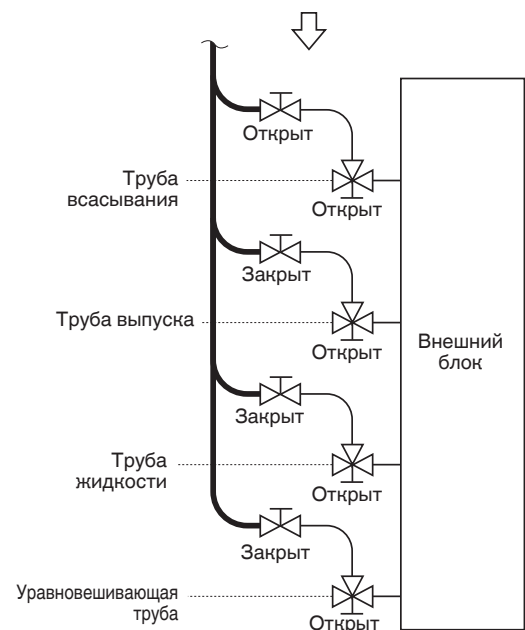

Рис. 6-6
- Если дополнительное количество хладагента невозможно заправить за один раз, заправьте остальной хладагент в жидком виде, используя сервисный вентиль трубы всасывания, когда система находится в режиме охлаждения во время тестового пуска. (Рис. 6-6)